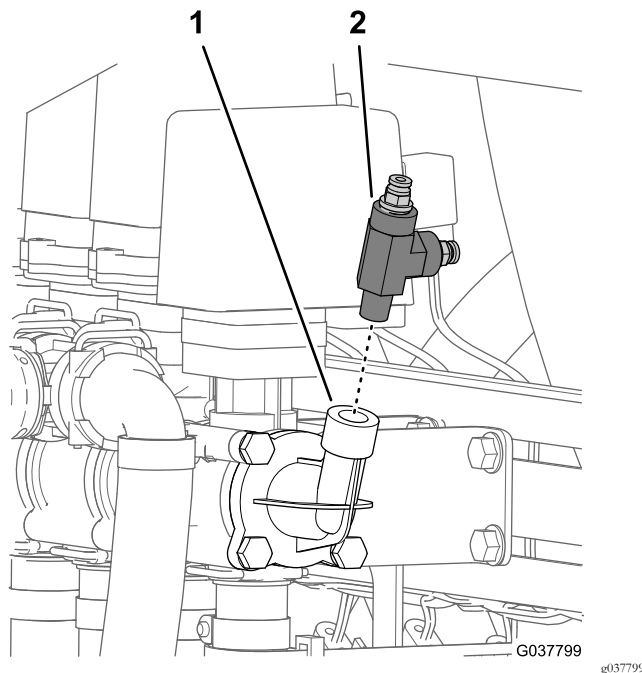

図 13
4. 水圧ポートフィッティングからT字フィッティングを取り外す 図 13。